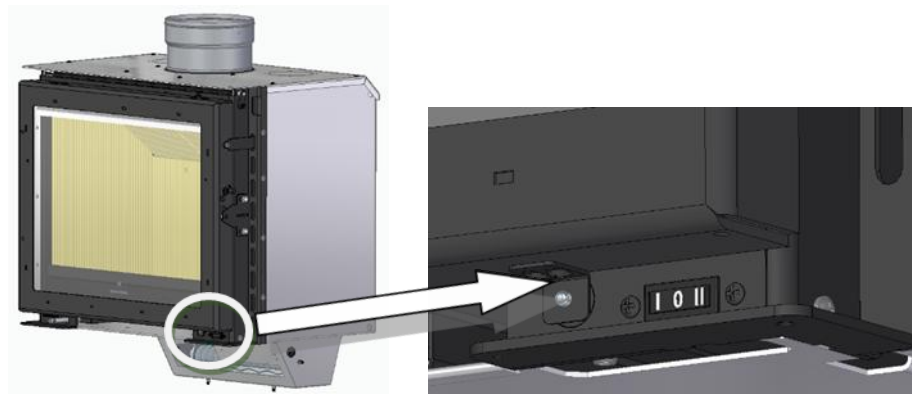

Figure 54 – Réglage de la poignée de porte, fonctionnement par micro-interrupteur
d. Après avoir placé les composants dans l'équipement, vous devez régler l'interrupteur sous la porte, de sorte que la porte, après avoir fermé l'interrupteur, active le micro-interrupteur, voir la figure 54.